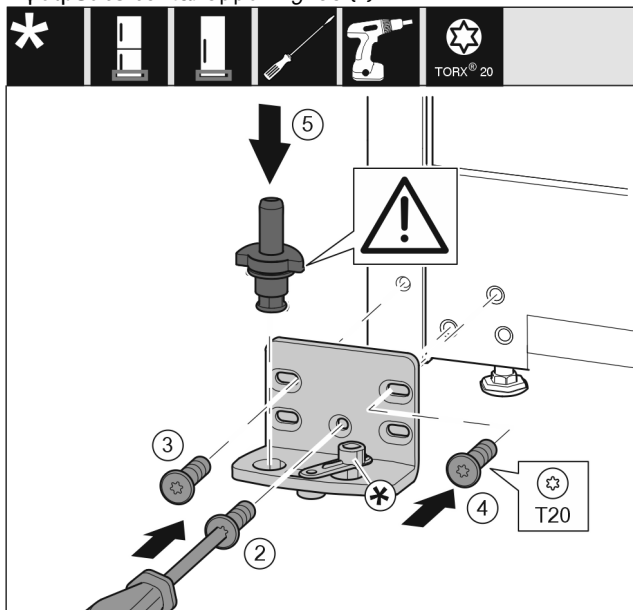

Fig. 36
- ▶ Εφαρμόστε το στήριγμα στην άλλη πλευρά και βιδώστε το με τη βοήθεια ενός κατσαβιδιού T20. Αρχίστε με τη βίδα 2 κάτω στο κέντρο. Fig. 36 (2)
- ▶ Σφίξτε τη βίδα 3 και 4. Fig. 36 (3,4)
- ▶ Τοποθετήστε ολόκληρο τον πείρο. Βεβαιωθείτε ότι το έκκεντρο ασφάλισης είναι στραμμένο προς τα πίσω. Fig. 36 (5)
- ▶ Εφαρμόστε το στήριγμα στην άλλη πλευρά και βιδώστε το με τη βοήθεια ενός κατσαβιδιού T20. Αρχίστε με τη βίδα 2 κάτω στο κέντρο. (2)\*
- ▶ Περιστρέψτε τη σύνδεση αποσβεστήρα κλεισίματος κατά 180°. Βιδώστε στην άλλη πλευρά του στηρίγματος με κατσαβίδι T20. (5)\*
- ▶ Τοποθετήστε ολόκληρο τον πείρο. Βεβαιωθείτε ότι το έκκεντρο ασφάλισης είναι στραμμένο προς τα πίσω. (6)\*